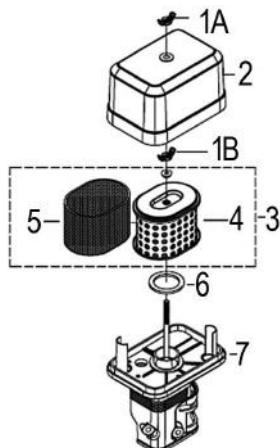

Рис. 15 Обслуживание воздушного фильтра
1. Открутите барашковую гайку 1А и снимите крышку 2 воздушного фильтра (Рис. 15).
2. Открутите барашковую гайку 1В и извлеките из корпуса воздушный фильтр 3 в сборе (Рис. 15).
3. Проверьте целостность и чистоту фильтрующих элементов. Поролоновый (предварительный) фильтрующий элемент 5 установлен на корпусе бумажного фильтрующего элемента 4 (Рис. 15).
5. Произведите очистку крышки 2 и корпуса 7 воздушного фильтра (Рис. 15), не допуская попадания пыли и грязи в воздуховод, ведущий к карбюратору.
7. Перед установкой воздушного фильтра убедитесь, что уплотнительное кольцо 6 воздушного фильтра находится на месте и не имеет повреждений (Рис. 15).